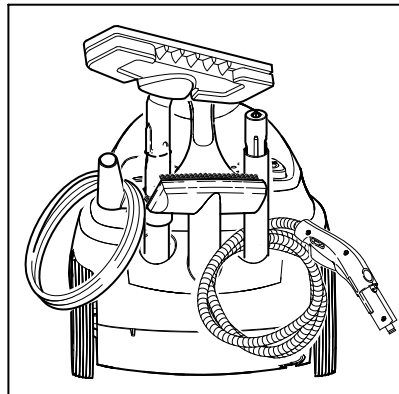

Abbildung 7
- Verlängerungsrohre in die großen Zubehörhalter stecken (siehe Abbildung 7).
- Handdüse (E1) in den mittleren Zubehörhalter stecken (siehe Abbildung 7).